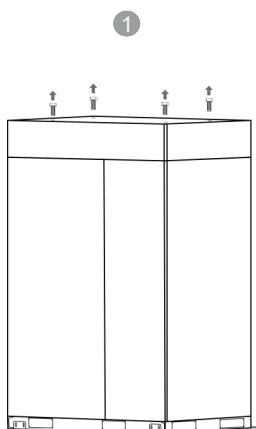

Abbildung 1
1. Entfernen Sie vier M30*40 Sechskantschrauben, die werkseitig voreingestellt sind, um das Eindringen von Staub oder anderen Fremdkörpern in das Gerät zu verhindern. Siehe Abbildung 1.